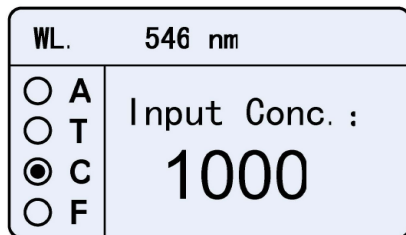

Fig. 4-7
- 4) Pulse  o  para introducir la concentración del patrón. Pulse  para confirmar. (Fig. 4-7).